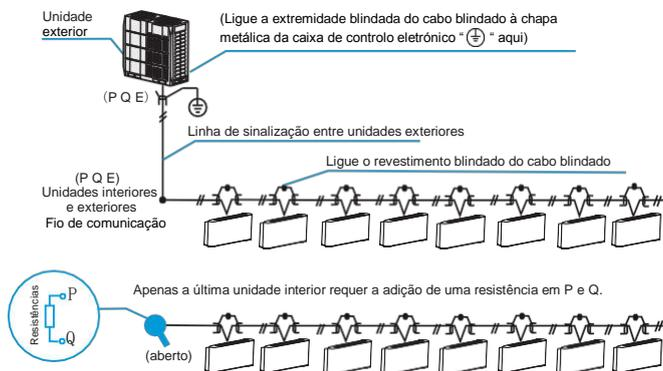

Figura 6.6
- O cabo de comunicação entre as unidades interiores e exteriores deve ligar uma unidade após a outra numa ligação em cascata, desde a unidade exterior até à última unidade interior, o revestimento blindado deve ser devidamente ligado à terra e, para além disso, deve ser adicionada uma resistência à última unidade interior para melhorar a estabilidade do sistema de comunicação. (ver Figura 6.6).